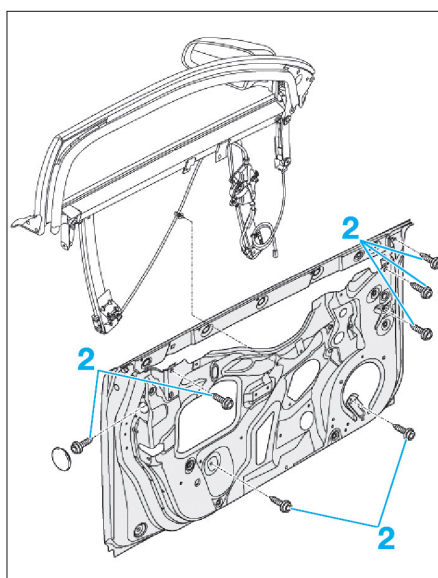

Fig. 49
- Déposer les fixations (2) (Fig.49) et extraire le cadre de vitre avant.